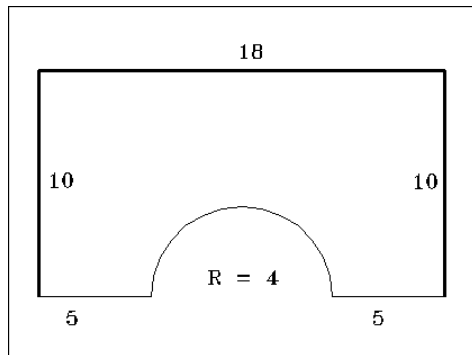

Fig.4.29
- 2 Spécifier le point de départ : par exemple 10,10 (fig.4.29).